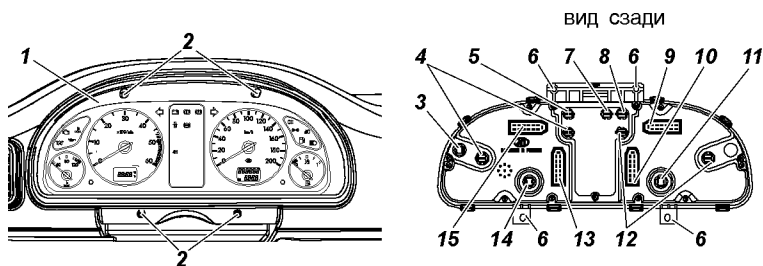

Рис. 9.44. Комбинация приборов:
**Комбинация приборов.** Для замены ламп подсветки или контрольных ламп включения указателей поворота необходимо снять комбинацию приборов: отверните винты 2 (рис. 9.44), снимите облицовку 1, отверните четыре винта крепления комбинации приборов, выньте ее, отсоединив колодки жгутов проводов. Поверните против часовой стрелки патрон лампы и выньте патрон с лампой в сборе.